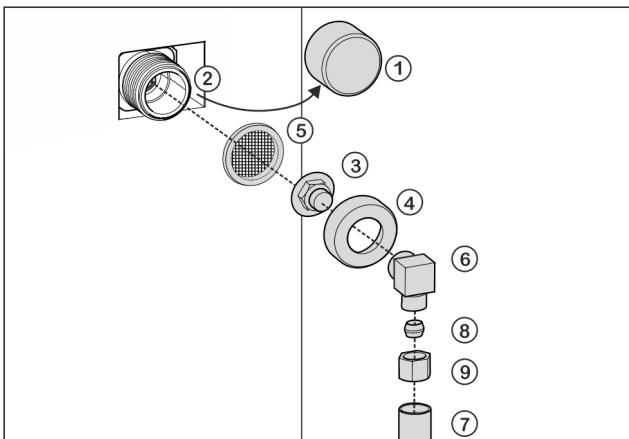

Fig. 19
- Retirar el tapón Fig. 19 (1) de la electroválvula Fig. 19 (2).
- Colocar la pieza de unión Fig. 19 (3) en la tuerca de racor Fig. 19 (4).
- Colocar el filtro Fig. 19 (5) con la parte hundida hacia abajo en la dirección de la pieza de unión Fig. 19 (3).
- Enroscar a mano la tuerca de racor Fig. 19 (4) en la rosca de la electroválvula Fig. 19 (2) hasta que quede firme y segura.
- Enroscar la pieza acodada Fig. 19 (6).
- Conectar la tubería de agua Fig. 19 (7) (p. ej., tubería de cobre de 1/4" OD) con la ayuda del anillo de apriete Fig. 19 (8) y la tuerca Fig. 19 (9) en la pieza acodada Fig. 19 (6).
- De ser necesario: Fijar la tubería de agua Fig. 19 (7) con el estribo de retención en la carcasa.
- Apartar a un lado la pieza acodada Fig. 19 (6).
- Conectar la tubería de agua Fig. 19 (7) (p. ej., tubería de cobre de 1/4" OD) con la ayuda del anillo de apriete Fig. 19 (8) y la tuerca Fig. 19 (9) en la pieza de unión Fig. 19 (3).